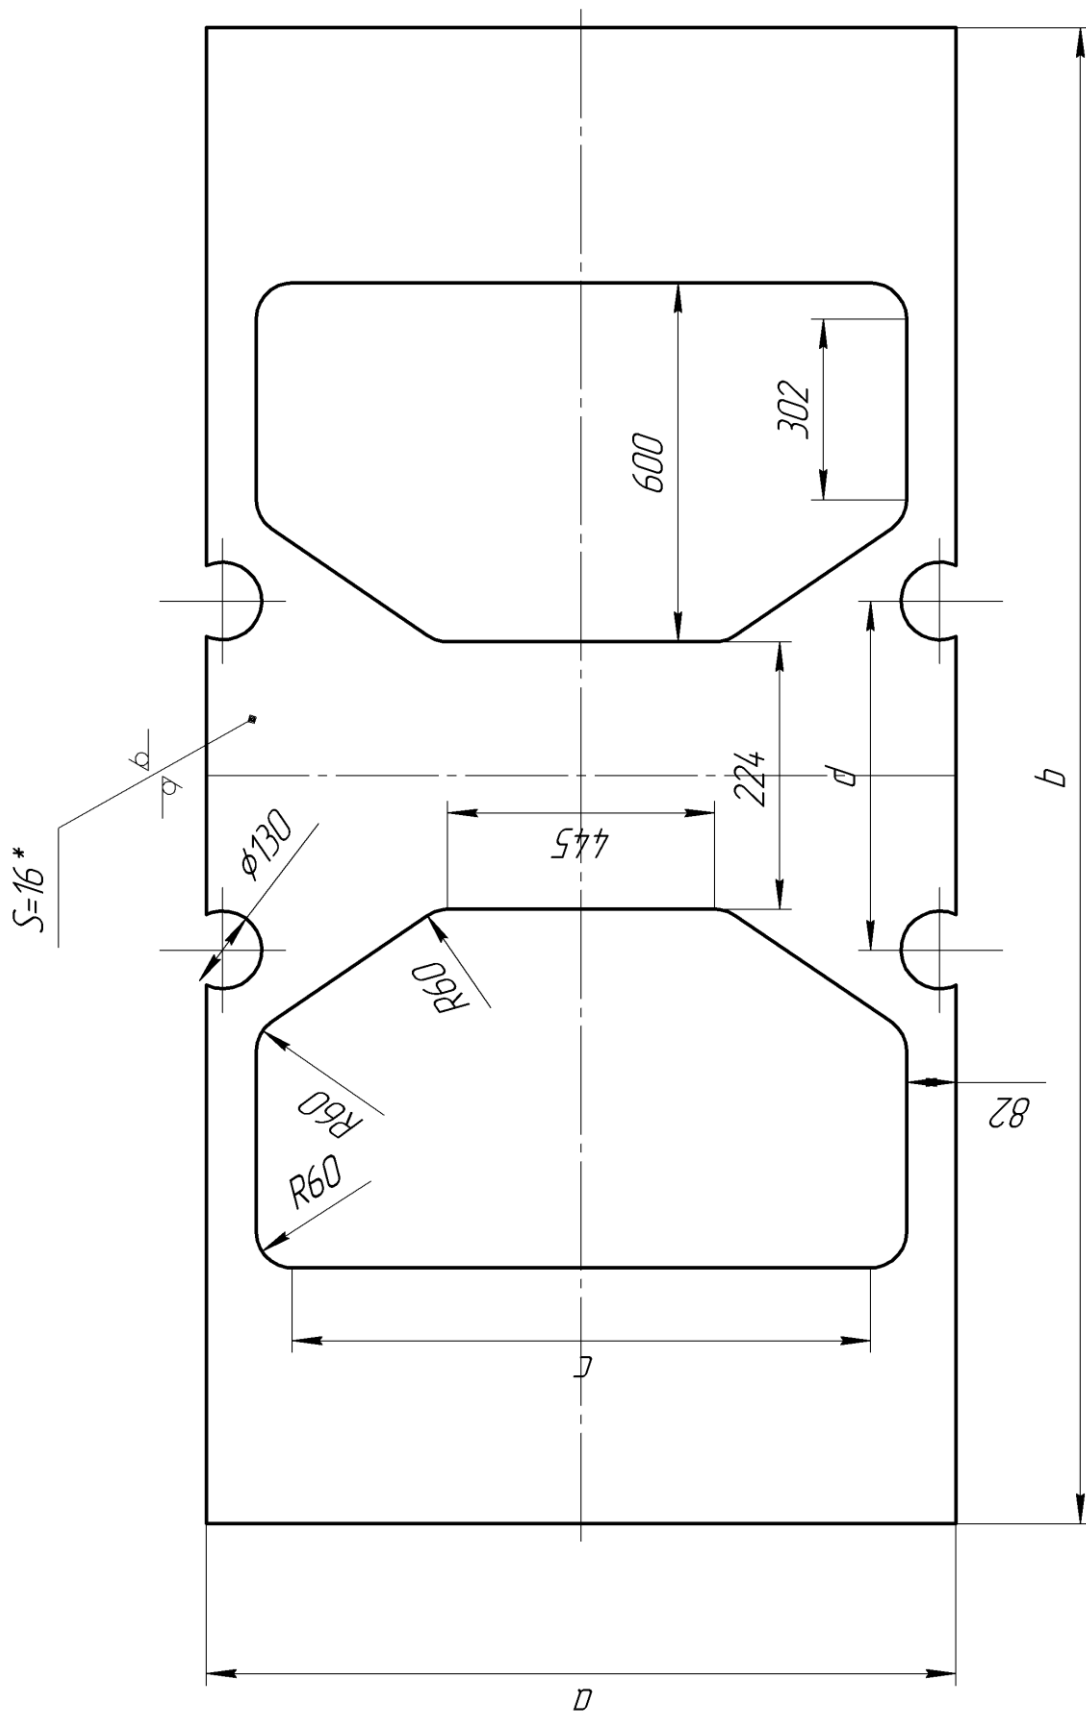

Рисунок 3 – Креслення деталі «Основа 2»
- 1 Розробити проект креслення деталі «Основа 2» (рисунок 3).